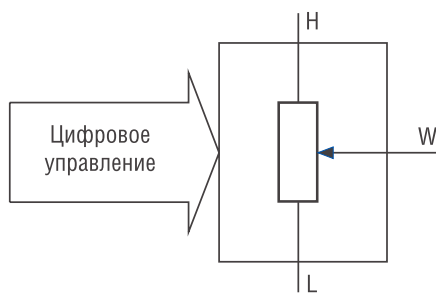

Рис. 1. Типовая схема цифрового потенциометра
Типовая схема цифрового потенциометра приведена на рис. 1. По существу это электронный аналог механического потенциометра с верхним (H), нижним (L) выводами и выводом движка (W). Положение последнего определяется цифровым кодом, загруженным через цифровой интерфейс. Рассмотрим классификацию и основные параметры изделий (см. табл. 1).